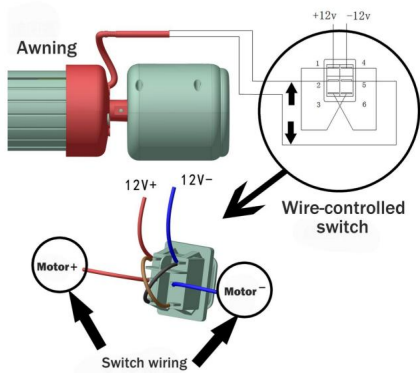

Figura D22
4.2 Dopo aver confermato che il cablaggio è corretto, accendere e premere l'interruttore di controllo della linea per testare l'apertura e la chiusura della tenda parasole. Se la direzione del pulsante non corrisponde alla direzione dell'azione di apertura e chiusura, invertire i poli positivo e negativo del cablaggio per regolare la direzione di rotazione del motore (Figura D22).